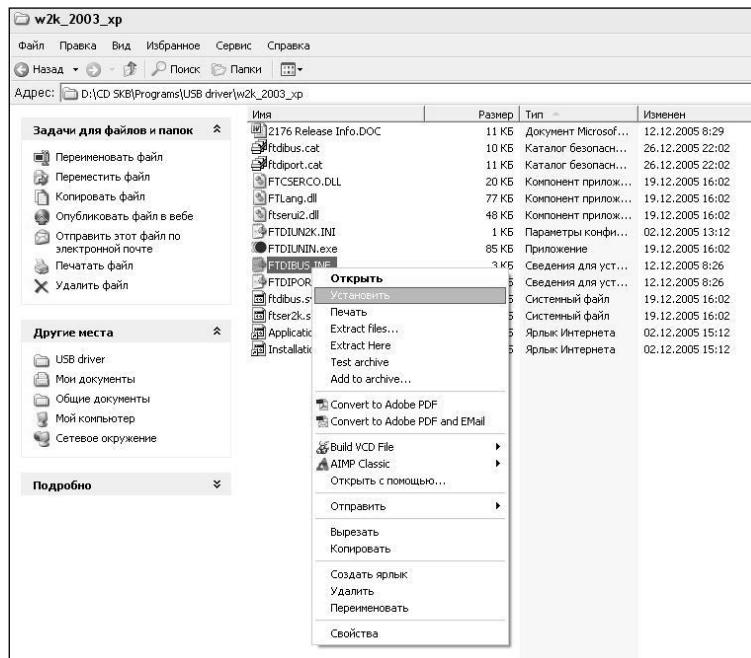

Рисунок 2.3 – Окно ручной установки драйвера
- нажать правой клавишей мыши на файле FTDRIBUS.INF в выпадающем меню выбрать пункт «Установить» (рисунок 2.3);